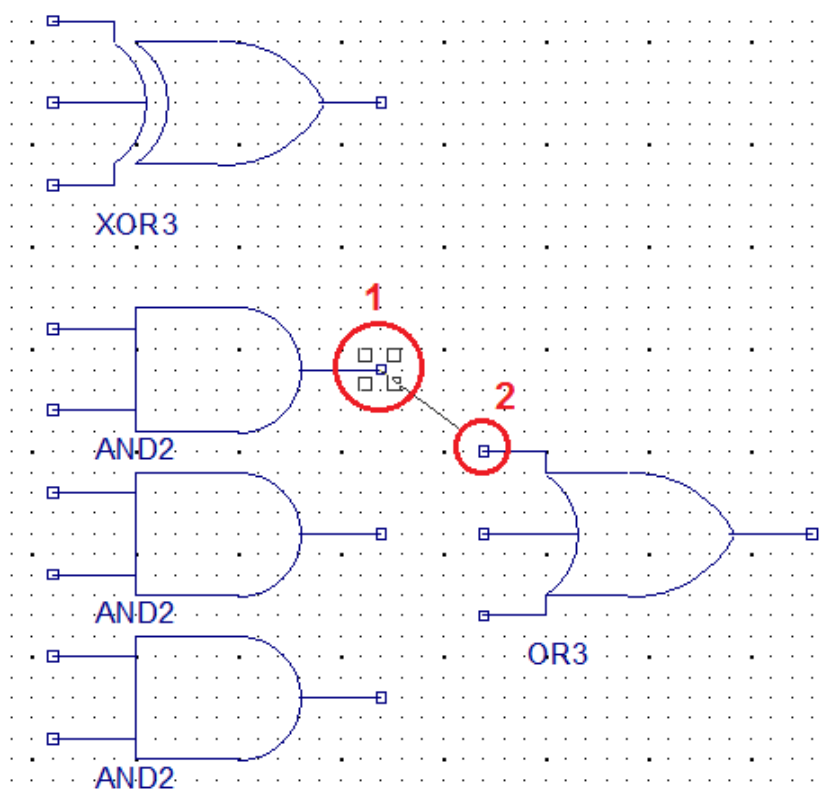

figura 11
1. Se mișcă cursorul deasupra unuia din capetele noii conexiuni. De exemplu, capătul unei conexiuni poate fi terminalul unei porți. Două astfel de terminale sunt marcate cu cerc roșu în figura 11. În momentul în care suntem cu cursorul chiar deasupra terminalului, vor apărea în jurul acestuia 4 pătrate mici (figura 11, cercul roșu marcat cu „1”)
4. Când cursorul ajunge deasupra terminalului destinație - de exemplu terminalul identificat prin cercul roșu 2 din figura 11- apar cele 4 pătrate mici. Dacă în acest moment se face clic, cele două terminale vor fi unite prin segmente perpendiculare. **Observație: uneori cele patru pătrățele nu apar dar conexiunea se poate face urmând procedura anterioară.**